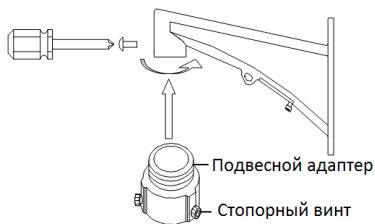

Рисунок 2-21 Подвесной адаптер
- Кронштейн на Рисунке 2-17 является рекомендуемым кронштейном для данной серии скоростных поворотных камер, подвесной адаптер требуется, только если выбран другой тип кронштейна. Смотрите Рисунок 2-21.
- Кронштейн на Рисунке 2-32 является рекомендуемым кронштейном для данной серии скоростных поворотных камер, подвесной адаптер требуется, только если выбран другой тип кронштейна. Смотрите Рисунок 2-21.